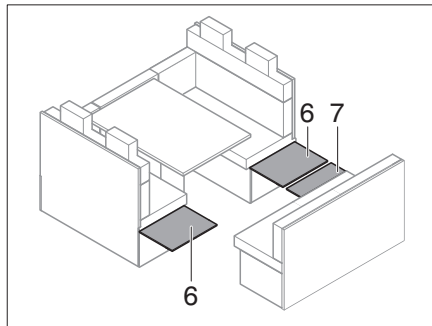

Bild 216 Fäll ut sidoväggar
- Fäll ut sitslådans sidoväggar (Bild 216,6) och sitslådans främre vägg (Bild 216,7).